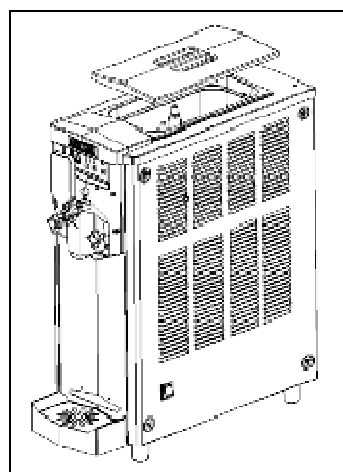

Fig. 30
- Rimuovere il coperchio della vasca superiore (fig.30).